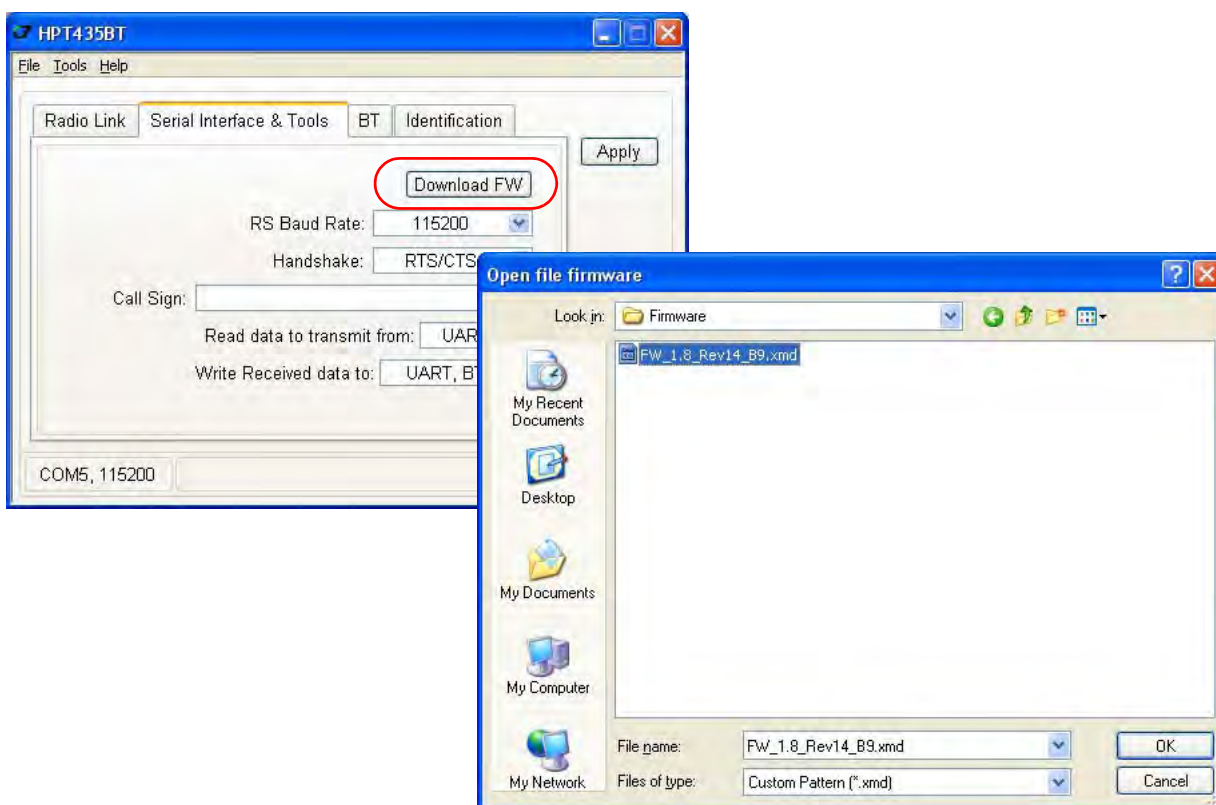

Рисунок 2-9. Serial Interface & Tools
4. В закладке *Serial Interface & Tools* нажмите кнопку *Download FW* (Рис. 2-9).